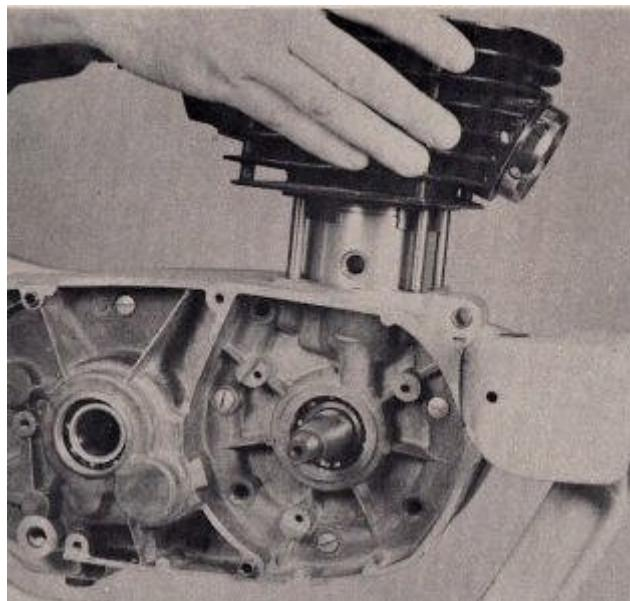

FIG. 86
16. Ubique el cilindro, y si está sucio, límpielo. Si el cilindro es de aburrimiento antes de la instalación final en el motor, hacerlo ahora, antes de hacer esta comprobación. Instale el cilindro sobre el pistón (Fig. 86). Esto será bastante fácil ya que no hay anillos en el pistón. Empuje el cilindro hacia abajo hasta que quede bien acoplado con el cárter.